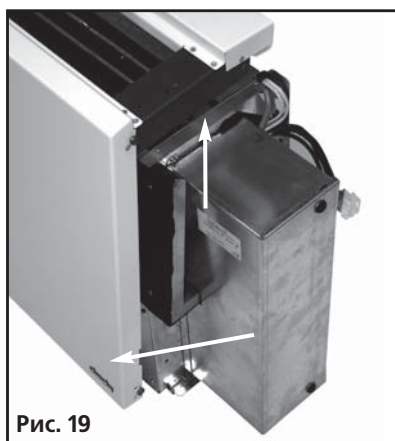

Рис. 19
- Снимите лицевую панель декоративного корпуса, потянув ее вверх (рис. 19). Панель следует поместить в безопасное место.